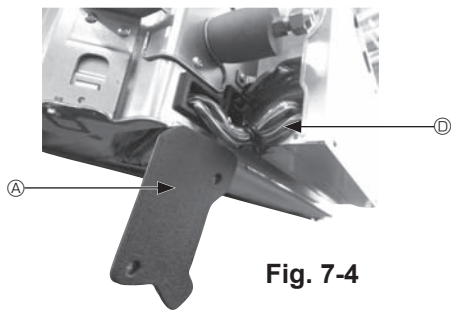

Fig. 7-4
- ① Rimuovere le due viti di fissaggio del copricavi dell'unità principale, quindi aprire il copricavi.
- ② Inserire i cavi dell'i-See sensor e del ricevitore di segnale nella scatola dei componenti elettrici facendoli passare attraverso gli ingressi dei cablaggi, come illustrato nello schema, e intorno alle boccole sul lato dell'unità principale. (Fig. 7-4) Durante l'inserimento dei cavi, aprire il morsetto che fissa il cavo di giunzione della griglia, quindi fissare il cavo di giunzione della griglia e i cavi dell'i-See sensor e del ricevitore di segnale mediante il morsetto.